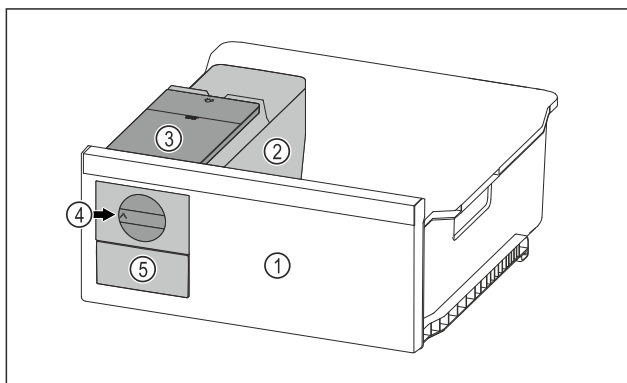

Fig. 125 Voorbeeld
- ▶ Draaiknop Fig. 125 (4) rechtsom tot aan de aanslag draaien.
- ▷ Ijsblokjes vallen uit de ijsblokjeschaal in de ijsblokjeslade Fig. 125 (5).